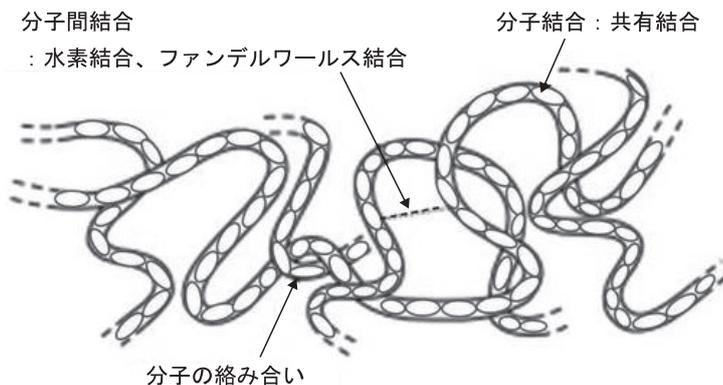

図1 熱可塑性ポリマーの概念図²⁾ (○；単量体追記)
①熱可塑性樹脂；チョコレート型と呼ばれ、製品などに加工された後も再び加熱することで形状を自由に変えることができる（図1）。これは鎖状の分子同士が結合していないので、熱を加えると分子が自由に動くことで軟化・溶融する。型枠に溶融物を入れて冷やすと元の固体に戻る。つまり、何回でも製品を製造することができる。図1の紐状の高分子は、個々には単量体が結合していることを表す。なお、単量体については後述する。
通常化学物質の分子量は一つであるが、プラは、様々な分子量をもつ集合体であることを述べた (図1)。分子量が大きくなると融点が高く、丈夫になる。たとえば、炭化水素を例にとると、分子量が小さければ気体であり、大きくなるにしたがって液体に、さらに分子量が大きくなると固体になる。分子量と物質の状態を表1に示したように、分子量がおおよそ500以上では潤滑油やワックス、1,000以上では脆いロウ状になるが、分子量の増加とともにしだいに固く丈夫になり、1万以上になると硬い固体になるが、それ以上分子量が